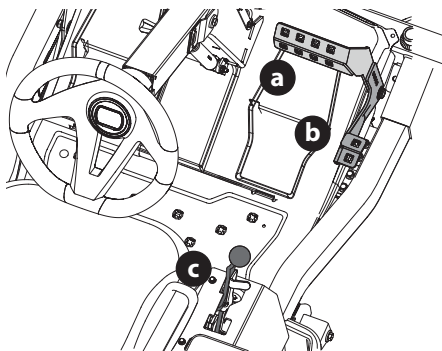

Figura 22
2. Para conducir hacia ADELANTE, presione lentamente el pedal de marcha adelante (a) hasta alcanzar la velocidad deseada (Figura 22).
3. Para que el tractor se detenga o ande más despacio, saque el pie del pedal de transmisión marcha adelante (a) o atrás (b). Para bloquear el freno de mano, coloque los pedales de control de la conducción en punto muerto y tire de la palanca del freno de mano (c) hacia atrás hasta que bloquee en la posición de "encendido" (Figura 22).
4. Para conducir marcha atrás, verifique que el área de atrás esté despejada, luego presione lentamente hacia abajo el pedal de transmisión marcha atrás (b) con la parte anterior de la planta (NO con el talón) hasta alcanzar la velocidad deseada (Figura 22).